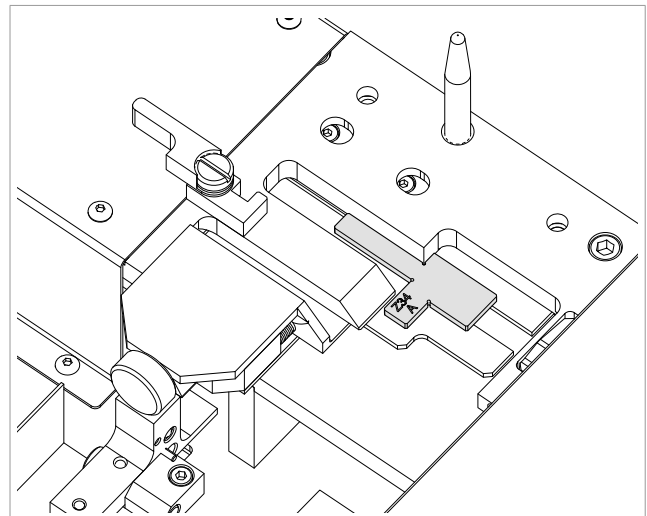

Fig. 133
- 9) Installeer de mal Z34A in de lader (Fig. 133).